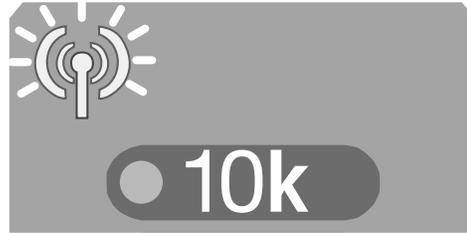

Figure 36 : Voyant à DEL sans fil
4. Mettre SOUS TENSION le tire-câble en maintenant l'interrupteur au pied enfoncé et attendre que le voyant à DEL sans fil bleu commence à clignoter. Cela devrait prendre environ 7 secondes. (Fig. 36)